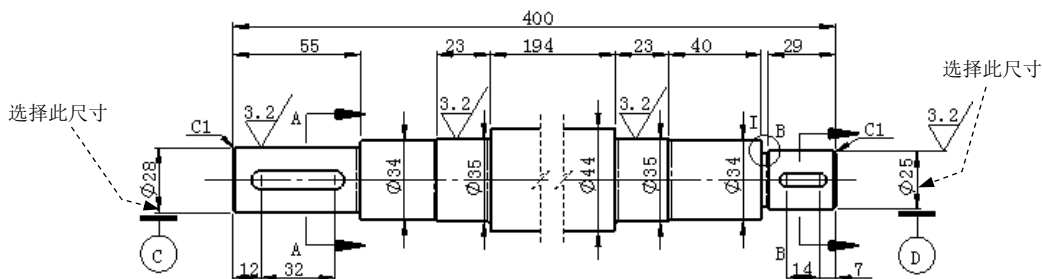

图 6.14.15 添加基准特征符号
Task11. 标注图 6.14.15 所示的基准特征符号
Step3. 放置基准特征符号。分别选择图 6.14.15 所示的两尺寸放置基准特征符号。